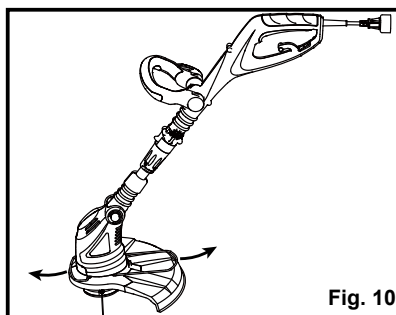

Fig. 10
- Con suavidad, mueva la bordeadora de un lado a otro (Fig. 10).